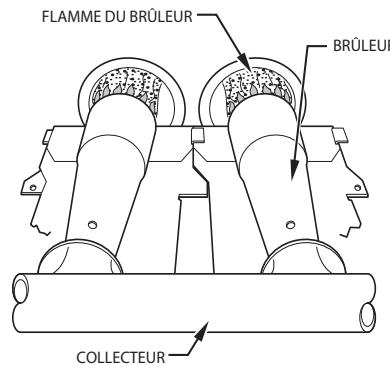

Fig. 65 – Flamme du brûleur
- c. Lorsque vous aurez obtenu l'admission correcte, replacez les capuchons qui masquent les vis de réglage du régulateur. La flamme du brûleur principal doit être d'un bleu clair, presque transparent (voir la Fig. 65).